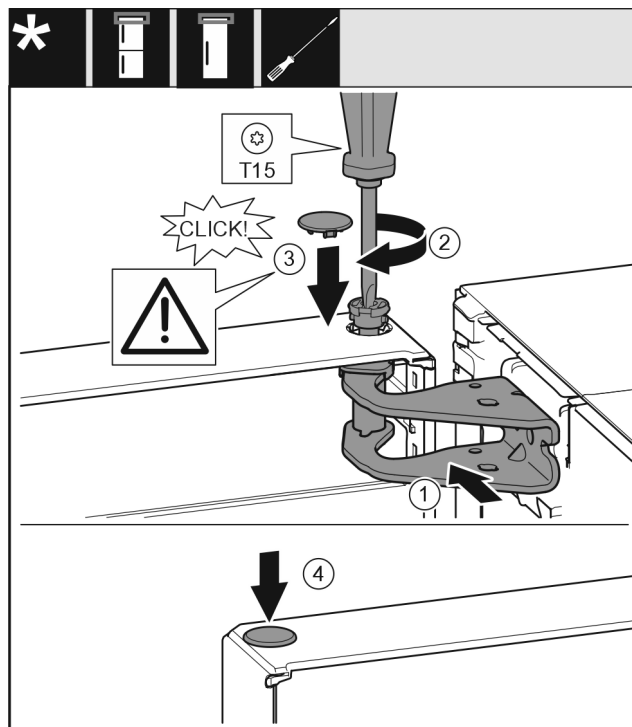

Fig. 23
- ▶ Выровняйте дверь сверху по отверстию в опорном кронштейне Fig. 23 (1).
- ▶ Вставьте палец Fig. 23 (2) и затяните отверткой.
- ▶ Установите крышку Fig. 23 (3).
- ▶ Проследите за тем, чтобы крышка Fig. 23 (3) прилегала к дверям.
- ▶ Установите крышку Fig. 23 (4).